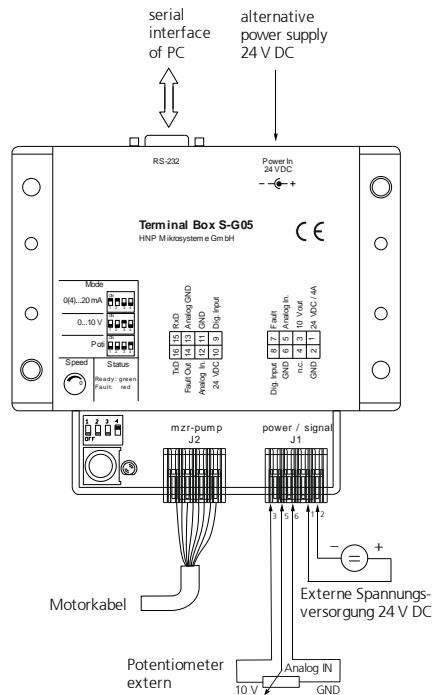

Bild 31
3. Schließen Sie das externe Potentiometer an die Anschlussklemmen »AnalogIn«, »10 V« und »GND« an das S-G05 an. (siehe Bild 31)